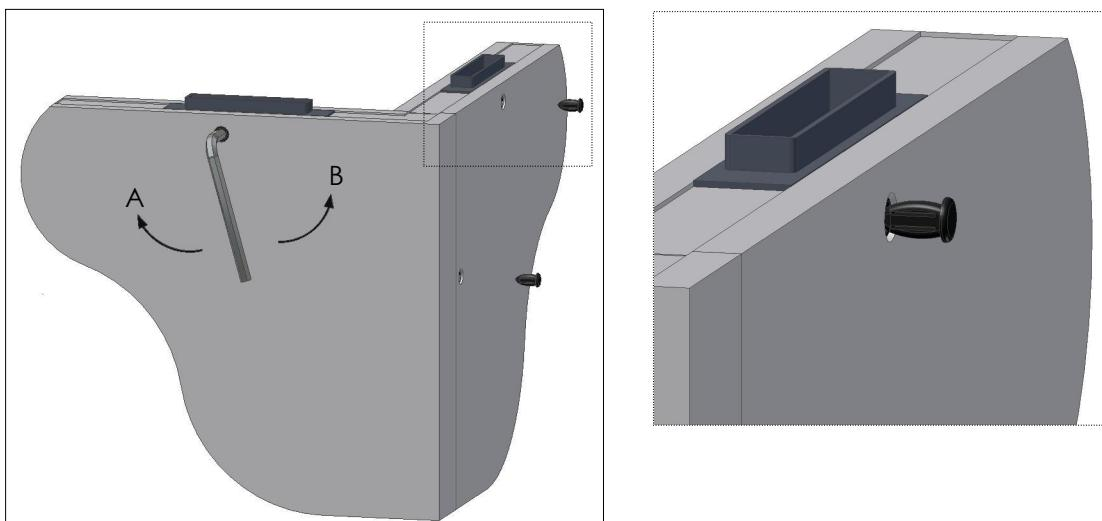

Fig. 11
- Rodar a chave no sentido dos ponteiros do relógio até parar (Fig.11 – Posição A);
- Rodar a no sentido contrário até apertar. (Fig.11 – Posição B)
➤ Após o aperto, colocar **tacos** nos furos (Fig. 11).